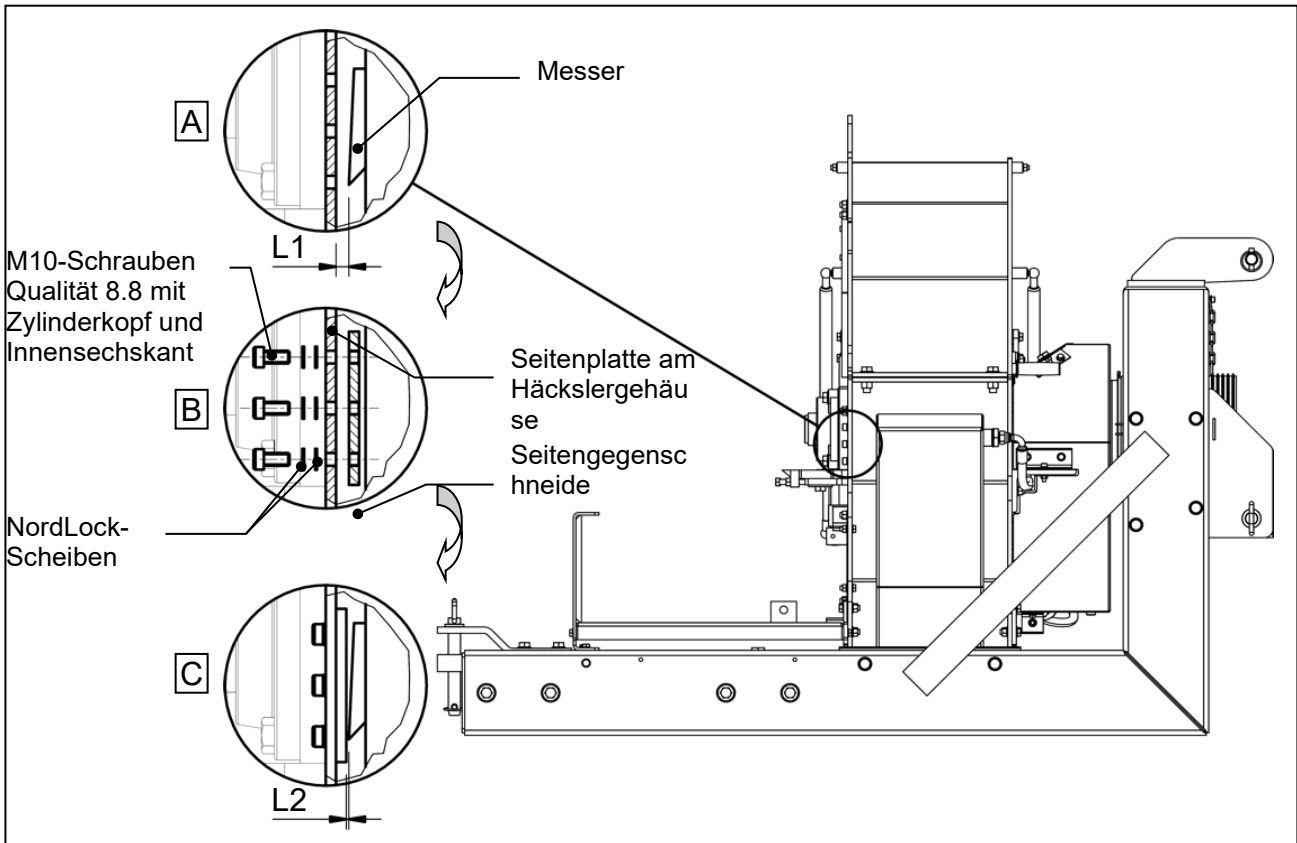

Abbildung 38: Montage der Seitengegenschneide (Vorschubeinheit entfernt)
7. Die neuen Seitengegenschneiden können nun, wie in Abbildung 38 Vergrößerung B dargestellt, mit jeweils 5 Stück für die linke und 7 Stück für die rechte Gegenschneide montiert werden. Es werden M10-Schrauben mit Zylinderkopf und Innensechskant Qualität 8.8 sowie 12 Sätze NordLock-Scheiben benötigt.
9. Wenn beide Seitengegenschneiden montiert und die Schrauben angezogen sind, prüfen Sie, ob der Spalt L2 (siehe Abbildung 38, Vergrößerung C) zwischen 1-2 mm beträgt. Wenn dies nicht der Fall ist, wählen Sie eine andere Dicke der Seitengegenschneide.
1. Durch Messen von der Innenseite der Seitenplatte des Häckslers bis zur Messerkante wird das Maß L1 ermittelt (siehe Abbildung 38, Vergrößerung A).